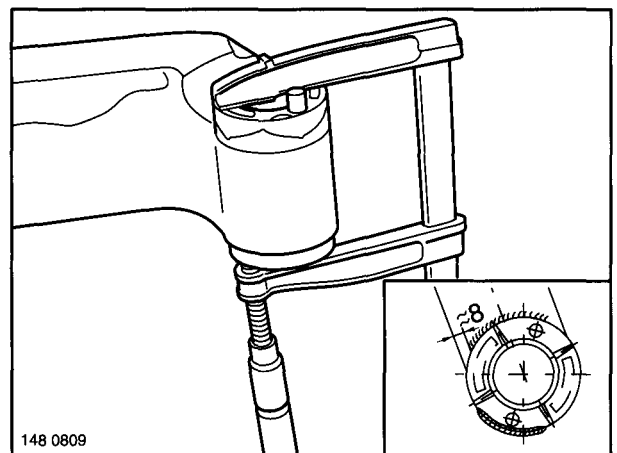

Fig. 9
- (3) Tension the shaft thrust rings with the stub axle (Fig. 9) and weld them into position with a single pass, as shown in the **drawing**.
- (3) Serrer les rondelles à cames sur le carter de pivot (figure 9) et souder en une passe, **conformément au croquis**.
- (3) Wellendruckscheiben mit der Achsfaust verspannen (Fig. 9) und nach **Skizze** einlagig anschweißen.